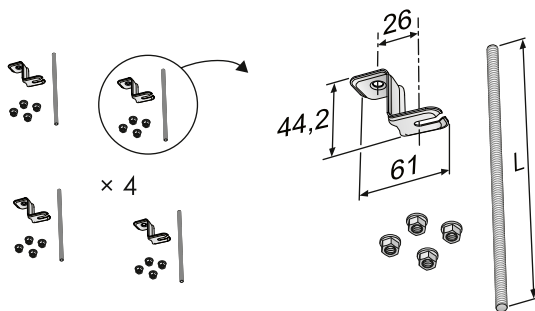

Abbildung 18. Montagestück SYST MS-1, Deckenbefestigung Gewindestange
- D1 = Montageteil (siehe Abbildung 18)